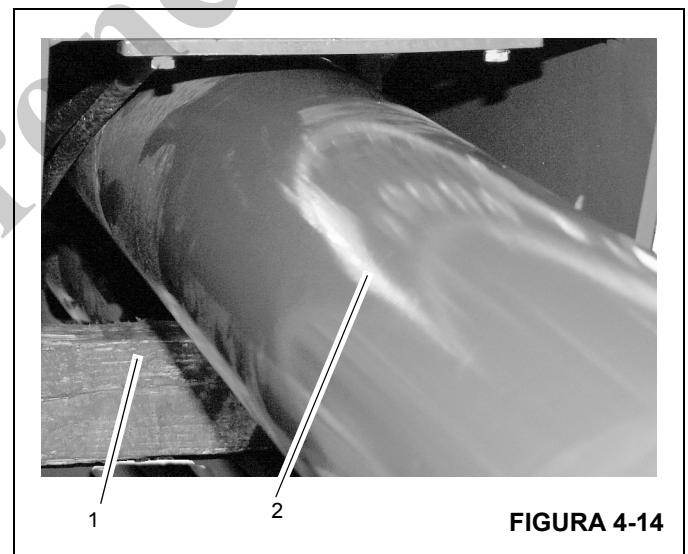

FIGURA 4-14
3. Coloque bloques de apoyo (1) debajo del cilindro (2) Figura 4-14 y saque los dos pernos y arandelas que fijan el tubo del cilindro a la parte trasera de la sección central exterior.